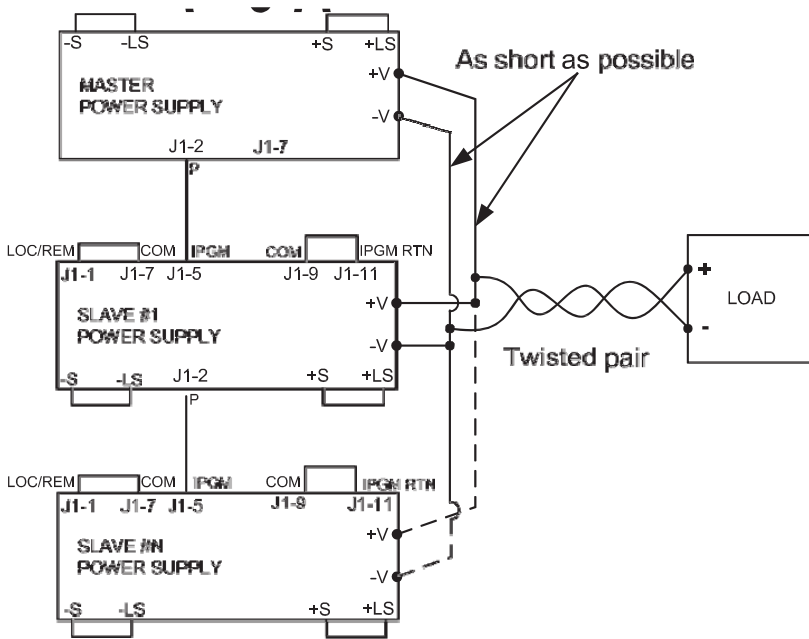
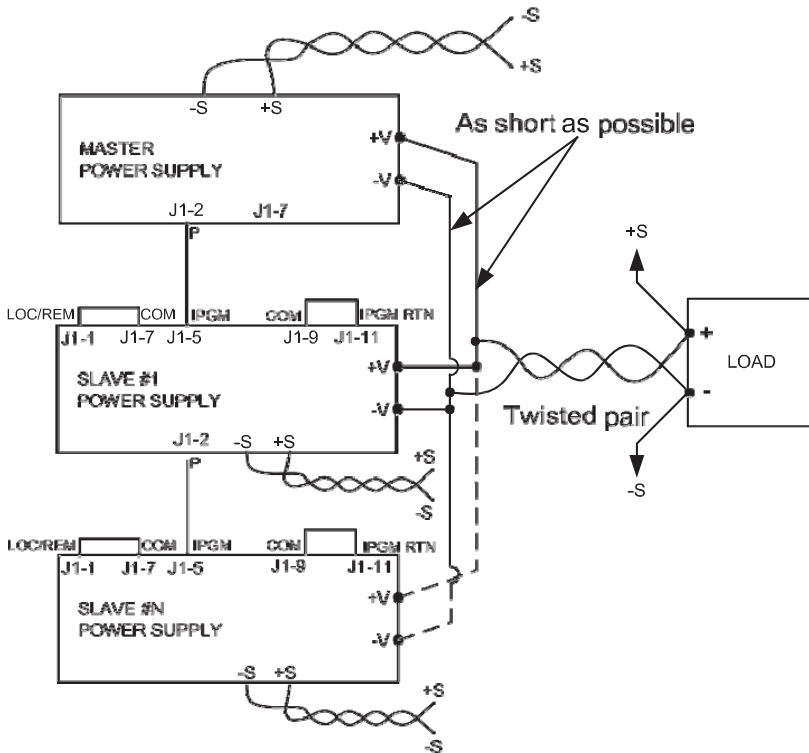

Fig.5-4: montage en parallèle avec régulation locale
Fig.5-5: montage en parallèle avec régulation distante
L'alimentation maître fonctionnant en mode tension constante, maintient la tension de sortie à la valeur souhaitée. Configurez le circuit de mesure en mode local ou distant comme illustré aux Figures 5-4 et 5-5. En fonctionnement parallèle, le mode sélectionné à partir du menu principal de la face avant est "H1" par défaut.
5. Pour les détails relatifs aux branchements, voir la Figure 5-4 : raccordement en parallèle en mode local ou la Figure 5-5 : raccordement en parallèle en mode distant.
En fonctionnement parallèle, les alimentations peuvent être en régulation locale ou distante. Les Figures 5-4 et 5-5 montrent des exemples d'alimentations en parallèle, notamment le montage de deux alimentations. Cependant, il est possible d'associer de la même manière jusqu'à 6 alimentations.
Pendant l'utilisation, l'alimentation maître fonctionne en mode tension constante, régulant la tension de charge à la valeur de tension de sortie programmée. Configurez le circuit de mesure en mode local ou distant comme illustré en Figure 5-4 ou 5-5.
6. Pour les raccordements, référez-vous à la Figure 5-4: raccordement en parallèle avec
régulation locale ou à la Figure 5-5: raccordement parallèle avec régulation distante (voir également le chapitre 5.6: montage en cascade).